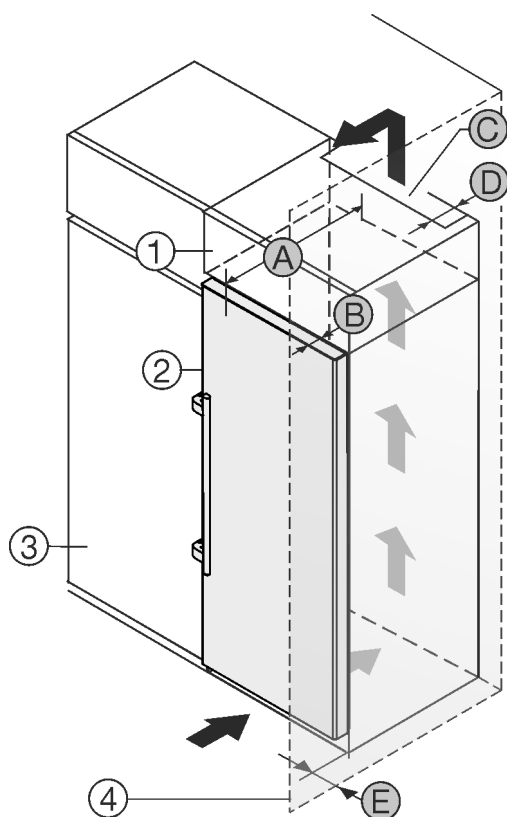

Fig. 2
- (1) Szafka nakładana \*
- (2) Urządzenie \*
- (3) Szafka kuchenna \*
- (4) Ściana \*
- (A) Głębokość urządzenia \*
- (B) Głębokość drzwi \*
- (C) Przekrój wentylacyjny \*
- (D) Odstęp tylnej ściany urządzenia \*
- (E) Odstęp od boku urządzenia \*
Urządzenie można ustawić bezpośrednio obok szafki kuchennej Fig. 2 (3).\*
Na tylnej ścianie szafki nasadzonej wymagany jest wywiewny kanał wentylacyjny o głębokości Fig. 2 (D) na całej szerokości szafki.\*
Pod sufitem pomieszczenia należy zachować przekrój wentylacyjny Fig. 2 (C).\*
Jeżeli urządzenie będzie ustawiane z zawiasami do ściany Fig. 2 (4), to pomiędzy urządzeniem i ścianą należy zachować minimalny odstęp, wynoszący 57 mm. Na taką odległość wystaje klamka przy otwartych drzwiach.\*
By móc całkowicie otworzyć drzwi, urządzenie musi wystawać przynajmniej o głębokość drzwi Fig. 2 (B) za front szafki kuchennej. W zależności od głębokości szafek kuchennych Fig. 2 (3) oraz od zastosowania elementów dystansowych urządzenie może wystawać jeszcze bardziej.\*